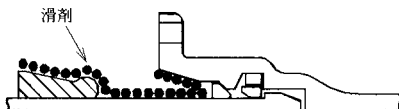

図38 滑剤塗布範囲
- (1) ゴム輪外面、挿し口外面および受口内面にダクタイトル鉄管継手用滑剤を塗る。塗布範囲を図38に示す。